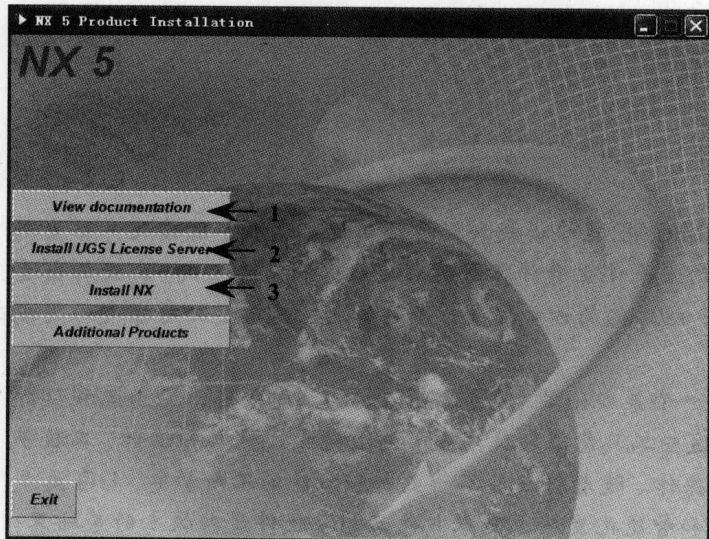

图 1-1 安装程序选择界面
(3) 光盘放进光驱后会自动运行,然后出现如图 1-1 所示的安装界面,按顺序进行 UG NX 5 软件的安装。